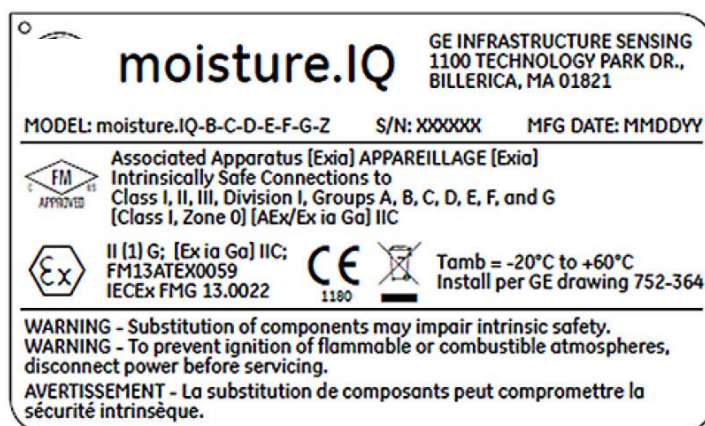
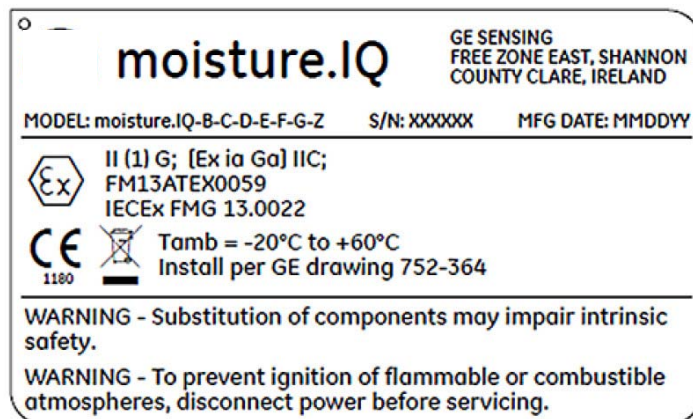

図12 : Billerica, MA, USA (米国マサチューセッツ州ビルリカ) 製ラックマウント型/ベンチトップ型/パネルマウント型製品ラベル (図面442-1492-01)
図13 : Shannon, Ireland (アイルランド共和国シャノン) 製ラックマウント型/ベンチトップ型/パネルマウント型製品ラベル (図面442-1492-02)
- ラックマウント型/ベンチトップ型/パネルマウント型については、下図12 および下図13